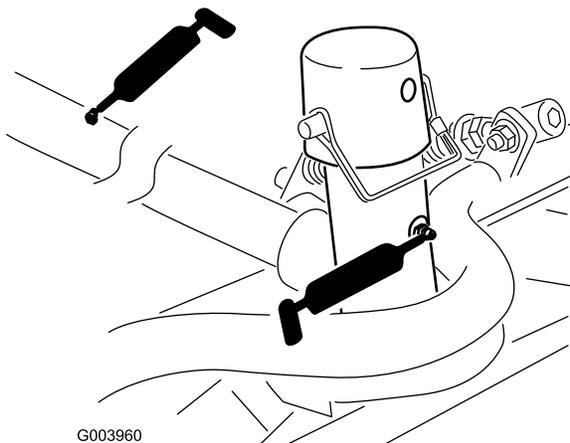

Figura 54
- Estrutura de suporte e articulação da unidade de corte (2 de cada) (Figura 54)